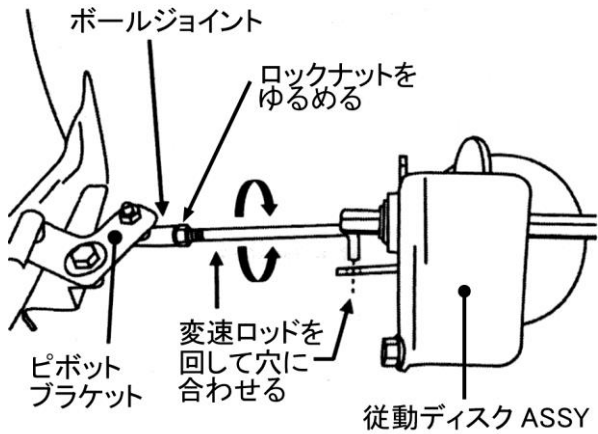

図 6-10
6. 伝達ロッドをまわして位置と向きを合わせてから、元の穴に納めてワッシャと割りピンを取り付けます。(次ページ 図6-10)
(次ページ 図6-10)